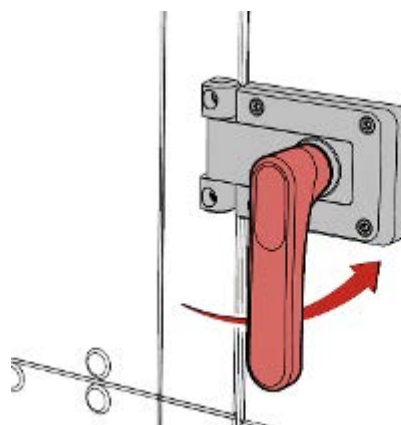

Fig. 48: Puerta de acceso con cerradura
- ▶ Gire la manilla de la puerta en sentido antihorario 90° (Fig. 48).